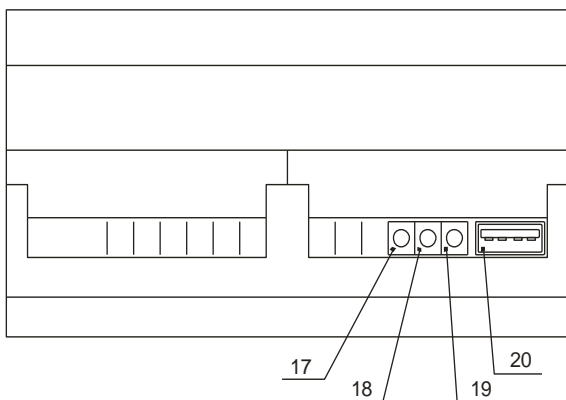

Рисунок 1 – внешний вид УМЗ-Д, расположение его органов индикации и управления
8.7.1 Индикация текущего адреса устройства на шине RS-485 осуществляется при включении, с помощью светодиодов «связь» и «опрос» рисунок 1. Адрес может принимать значение в интервале 1 – 247. По умолчанию производителем присвоен адрес - 1.
8.7.3 Одновременно горящие светодиоды «опрос» (рис.1) и «связь» обозначают разряд сотен адреса, отдельно горящий светодиод «опрос» обозначает разряд десятков адреса, отдельно горящий светодиод «связь» обозначает разряд единиц адреса.